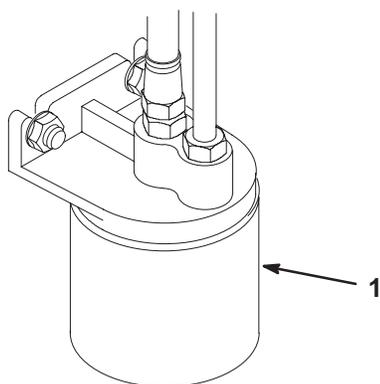

Figure 48
3. Placez un bac de vidange sous le filtre, déposez le filtre usagé et essuyez la surface du joint de l'adaptateur (Fig. 48).